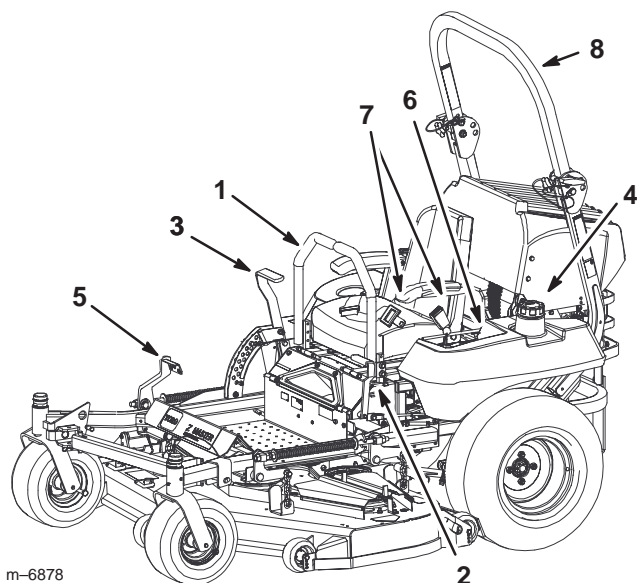

Figure 7
Avant de mettre le moteur en marche et d'utiliser la machine, familiarisez-vous avec toutes les commandes (Figures 7 et 8).
1. Mettez les leviers de commande de déplacement (Fig. 7) en position de verrouillage du point mort.